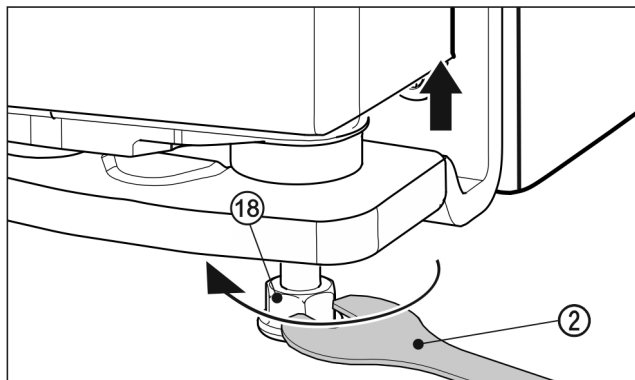

Fig. 22
- Zum Anheben der Tür den Stellfuß Fig. 22 (18) mit dem beiliegenden Gabelschlüssel Fig. 22 (2) rechtsherum bis Kontakt auf Fussboden herausdrehen. Dann weiter drehen bis die Tür in der Höhe verstellt ist. Im Auslieferungszustand ist der Lagerbolzen ganz eingedreht.